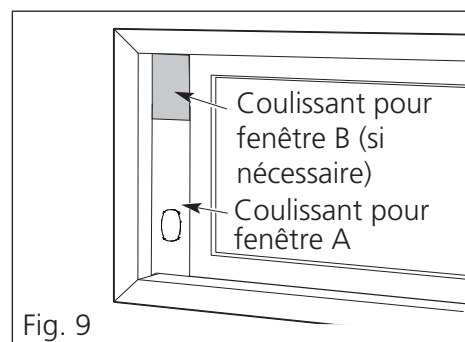

Fig. 9
3. Insérez l'ensemble de coulissant pour fenêtre dans l'ouverture de la fenêtre. Si l'ouverture du tuyau est recouverte par le cadre de la fenêtre, faites pivoter le panneau de sorte que le côté le plus épais soit tourné vers le cadre de la fenêtre. (Voir Fig. 9)